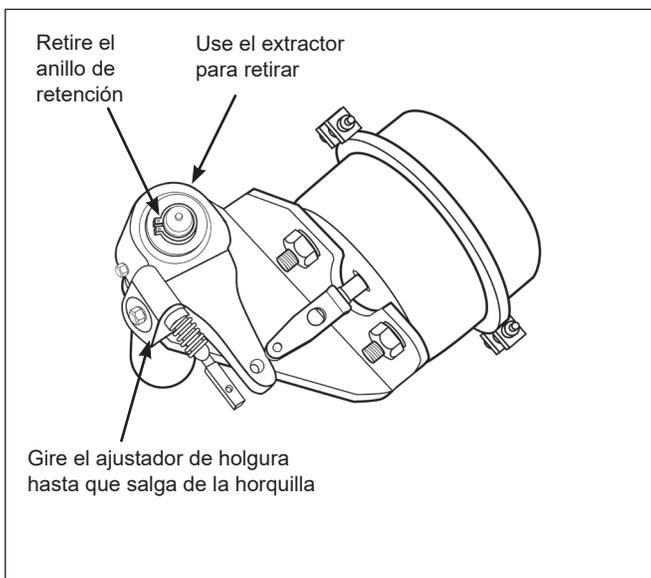

Figura 29 – Desmontaje del ajustador de holgura
2. Gire la tuerca de ajuste en sentido antihorario hasta que el ajustador de holgura esté fuera de la horquilla de la varilla de empuje de la cámara de aire. Consulte la figura 29.